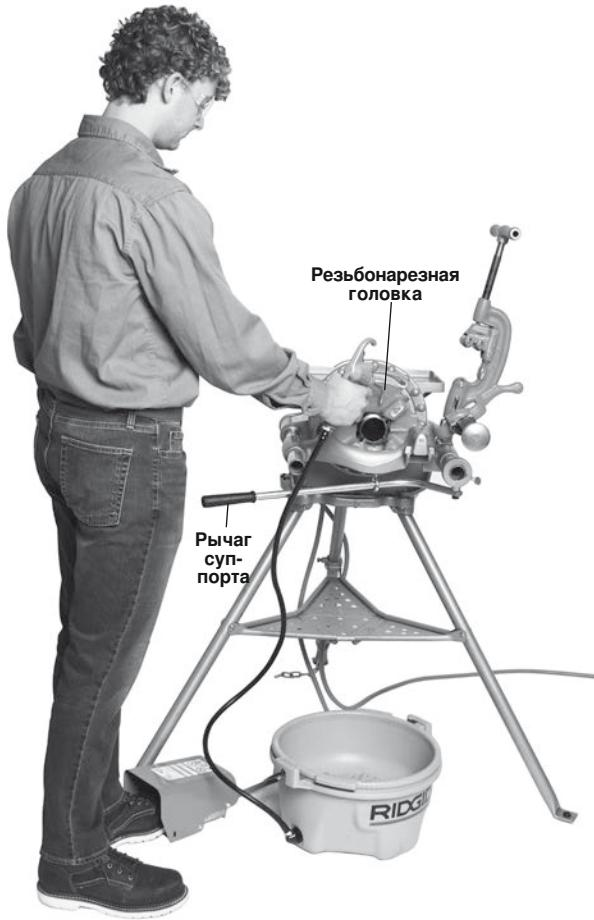

Рис. 23 — Нарезание резьбы на трубах с помощью резьбонарезных головок/правильное рабочее положение
6. Переместите рычаг суппорта, чтобы подвести резьбонарезную головку к концу трубы (рис. 23).